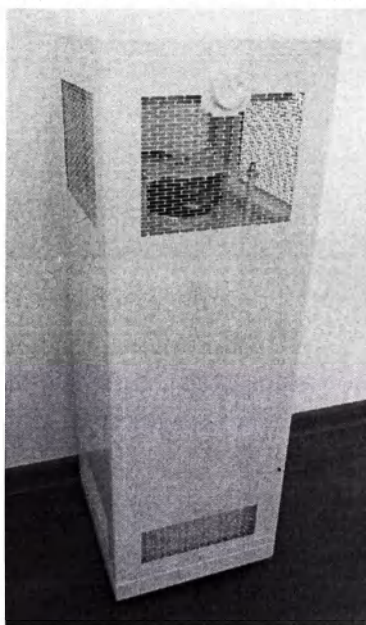

Рисунок 1 – Внешний вид очистителя моделей С330-Л-01.1 и С330-Л-01.2
- модель С330-Л-01.1 и модель С330-Л-01.2 (рисунок 1);